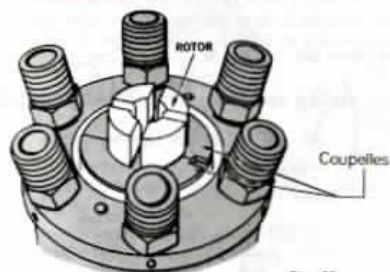
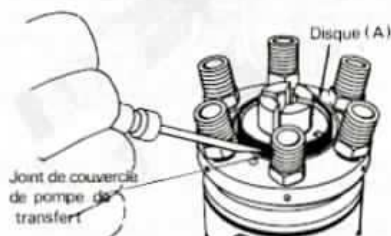

Fig. 33.
Fig. 34.
— Placer les deux coupelles demi-lunes entre le rotor et la tête, l'ouverture se situant sur le trou réservé à la goupille du régulateur de pression (fig. 33). Monter le disque de positionnement de l'excentrique (A), asperités côté AR de la pompe, aucune ne devant coïncider avec la jointure des demi-lunes. **Ne pas enfoncer le disque** (fig. 34).